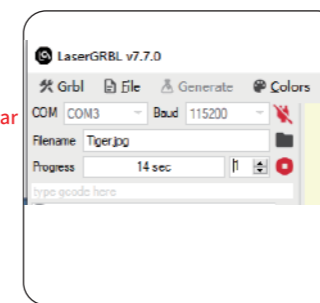

Figura 19 Parar gravação/corte
- Se pretender parar a gravação/corte enquanto a máquina estiver em funcionamento, pode clicar no botão parar, conforme indicado na Figura 19, para parar a operação de gravação/corte.